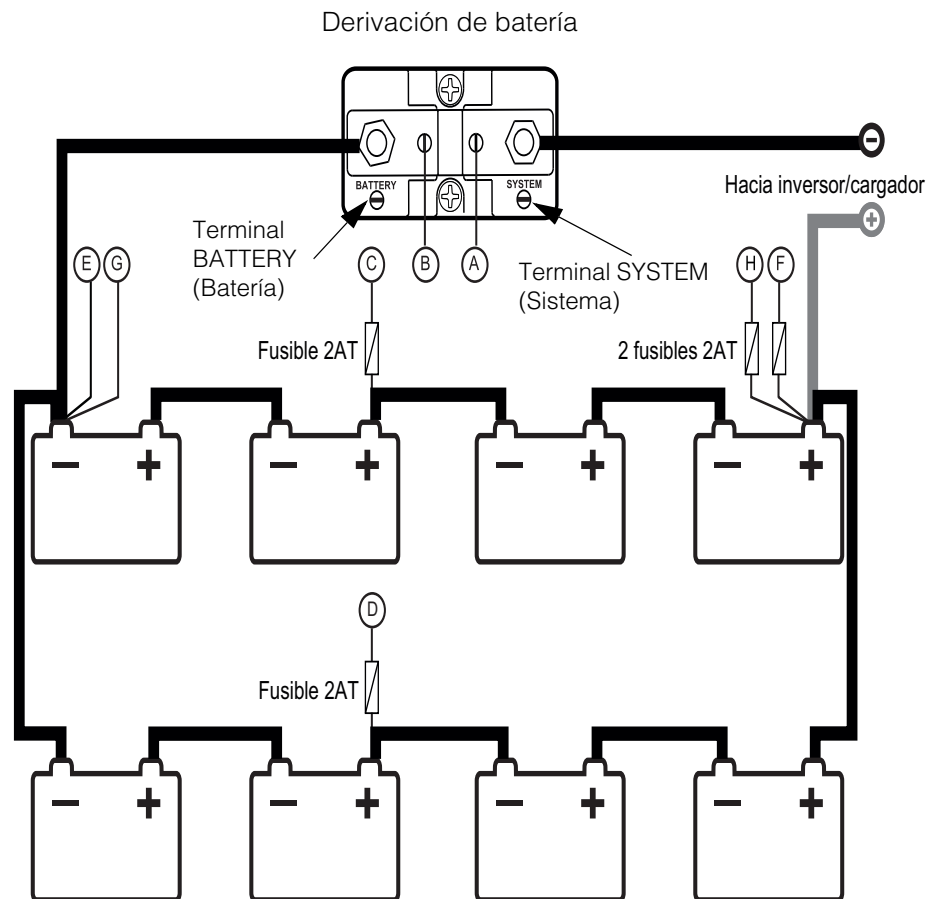

Figura 2-10 Cableado del banco de baterías
2. Conecte el extremo libre del cable negativo en el terminal de la derivación con la etiqueta SYSTEM (Sistema). Consulte Figura 2-10, “Cableado del banco de baterías” en la página 2–18. Asegúrese de que todas las conexiones estén bien aseguradas.